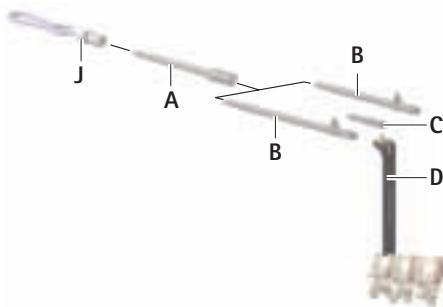

Fig. 2
- ▶ Pour prolonger le dispositif, placer le raccord avec accouplement rapide A sur l'accouplement concerné, voir Fig. 2.